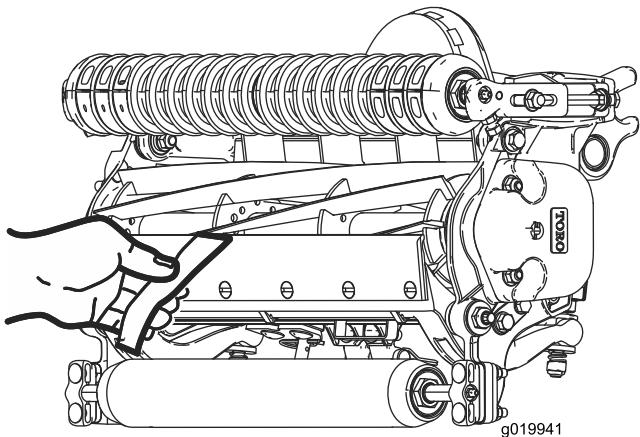

Рисунок 10
10. Проверьте режущие способности блока, вставив длинную полоску специальной бумаги Toro (деталь №125-5610) между барабаном и неподвижным ножом, перпендикулярно неподвижному ножу (Рисунок 10). **Медленно** вращайте барабан вперед. При этом бумага будет разрезаться.